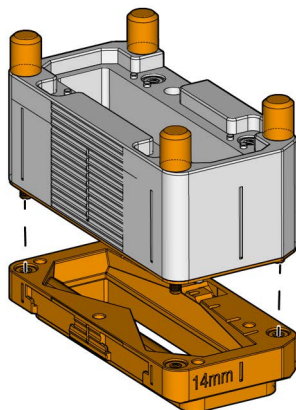

Figura 3-1 Placa da linha de atraso
1. Desaparafuse os quatro parafusos de polegar que prendem a placa da linha de atraso no suporte da sonda (Figura 3-1 na página 54).